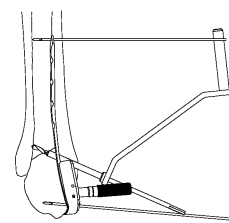

図7-2
3.5-2.5 ラグスcrew法ドリルガイドの2.5ドリルガイド側を3.5ドリルにてドリリングした穴に差し込み、2.5ドリルにてドリル先端が対側皮質から2mm程突出するまでドリリングします。(図7-2)